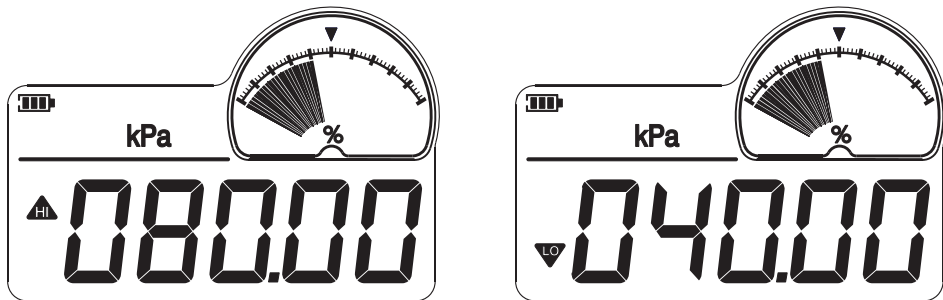

图7-7-4：报警阈值的显示界面
- ① 长按  键，进入压力报警阈值的显示状态，屏幕首先显示压力报警阈值的上限，用  图标标记。这时用户可以通过  键和  键在压力报警阈值的上限显示和下限显示之间切换。报警阈值的下限显示用  图标标记；
- ② 按  键或  键，进入压力报警阈值的调整状态。在  图标的显示状态下，输入压力报警阈值的上限；在  图标的显示状态下，输入压力报警阈值的下限；
- ③ 当压力报警阈值的上限输入完毕后，自动进入压力报警阈值的下限显示状态；当压力报警阈值的下限输入完毕后，退出压力报警阈值的调整状态；
- ④ ConST211 自动检测报警阈值上下限的合法性，如有问题则本次设置失效；如设置成功，则设置参数自动保存。压力报警阈值的显示界面如图7-7-4：